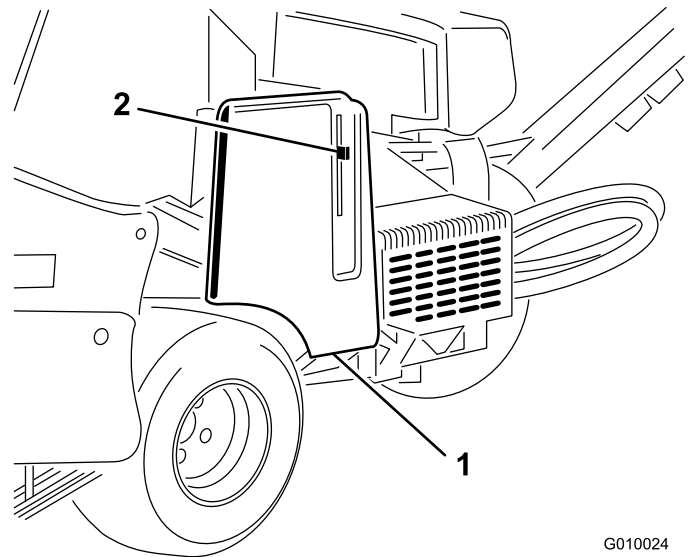

Figura 6
1. Individuate il foro sul copricinghia, vicino alla leva del dispositivo di fermo (Figura 6 e Figura 7).